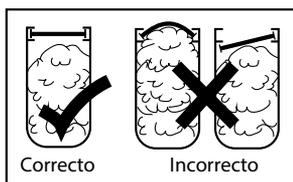

Figura 22
- Si la ropa no está correctamente balanceada en el proceso de centrifugado, se producirá vibraciones que podría generar golpes en el chasis ocasionando daños en el producto. Además de no extraer de forma eficiente el agua de la ropa. (Ver figura 22)